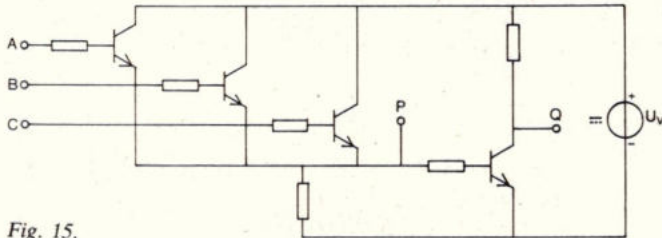

Fig. 15.
6. Van de schakeling van fig. 15 kunnen de ingangsklemmen met de plusklem of met de minklem van de spanningsbron U_v worden verbonden, wat in de notatie van de Boole-algebra respectievelijk met „1” en „0” wordt aangeduid.